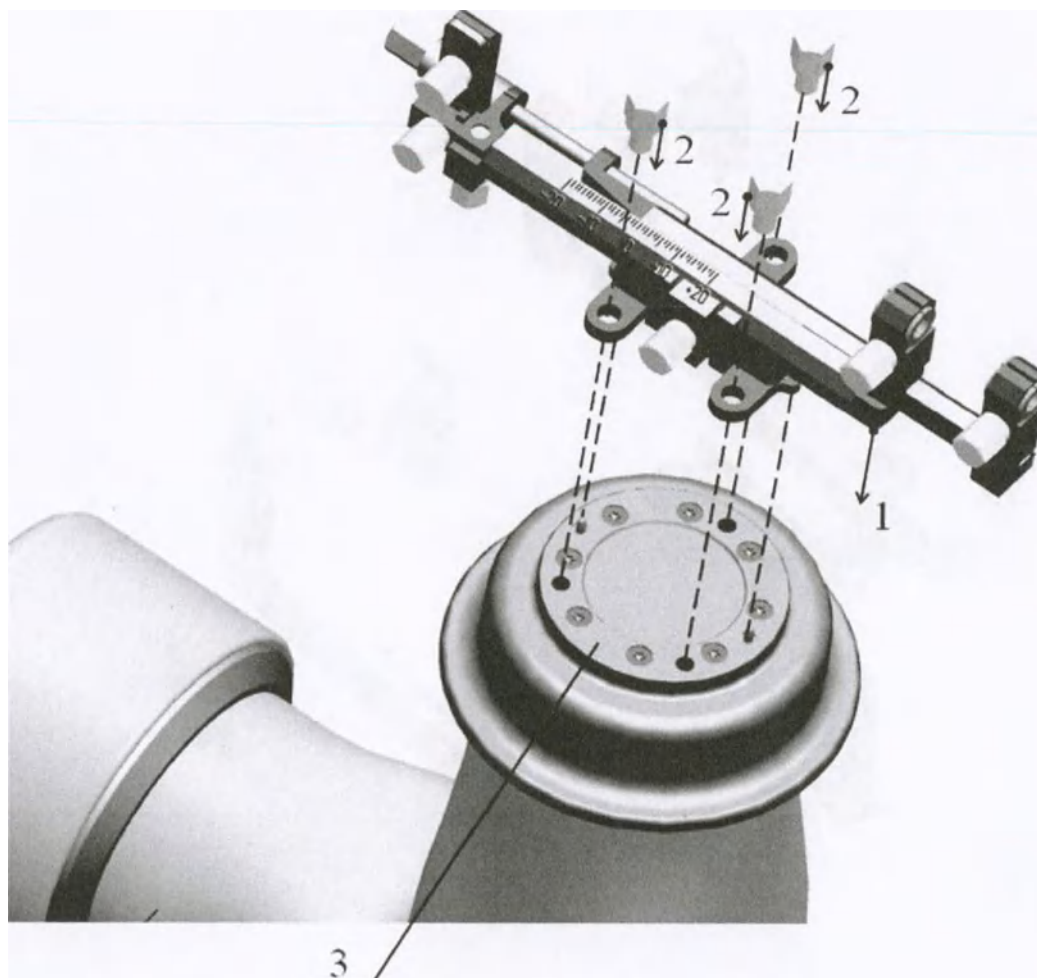

Рисунок 32 - Установка держателя инструмента на манипулятор
- помогая условно нестерильной рукой (или при помощи помощника), надеть чехол на манипулятор целиком до его основания. При этом стерильной рукой необходимо расположить чехол над штифтами и базой установки (3 – рисунок 32) держателя инструмента так, чтобы над ними не было ни шва чехла, ни складок на поверхности;
а) Руками в стерильных перчатках, установить собранный держатель инструмента на манипулятор (рисунок 32), продавив стерильный чехол штифтами и закрепив тремя винтами (2).